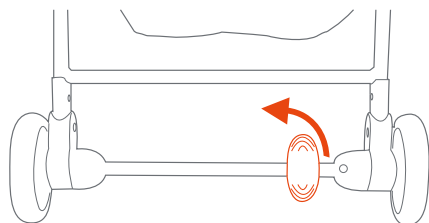

Fig. 9
9) • Per rilasciarli, ruotare delicatamente la leva del freno (Fig. 9).